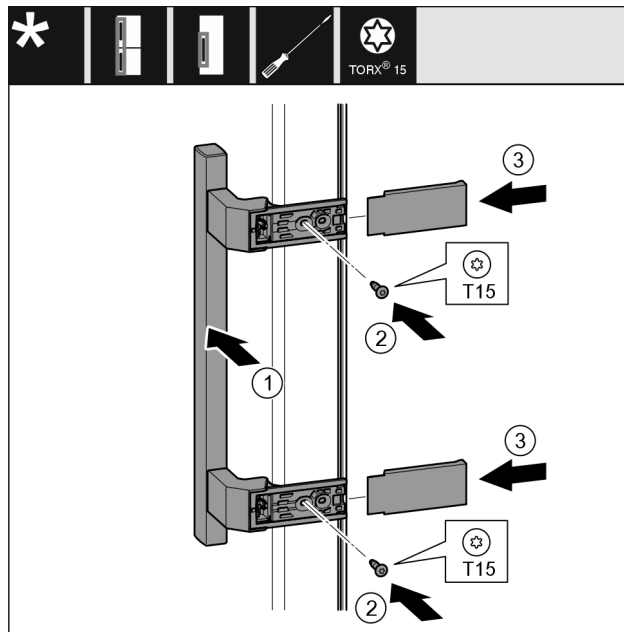

Fig. 34
- Namestite ročaj Fig. 34 (1) na nasprotno stran.
- Zategnite vijake Fig. 34 (2) z izvijačem.
- Pristavite pokrove Fig. 34 (3) na strani in jih potisnite gor.